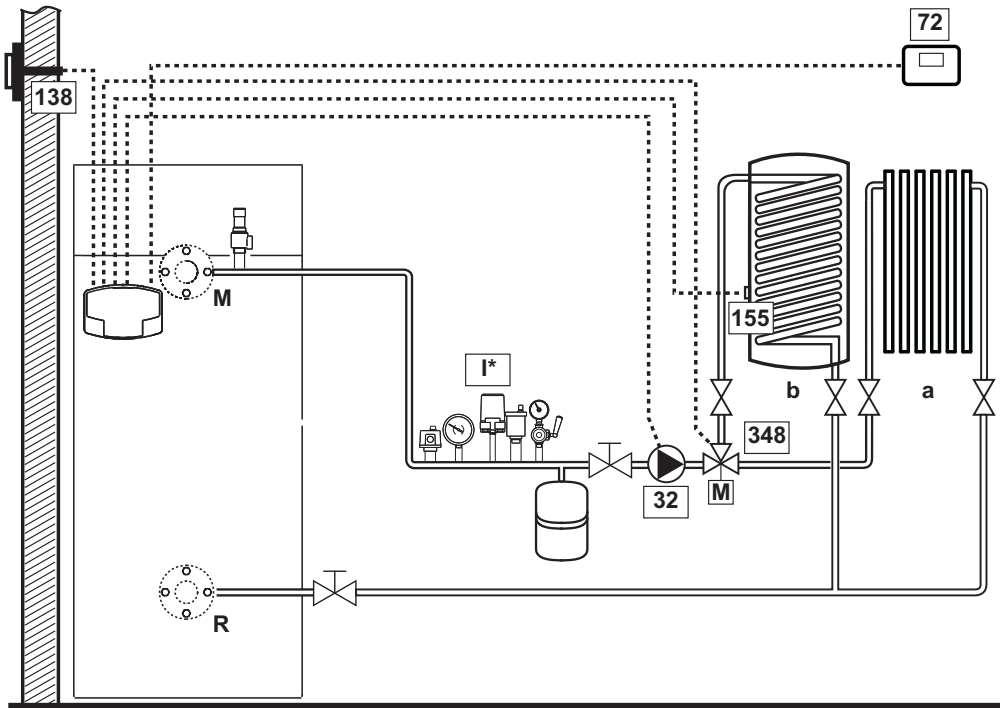
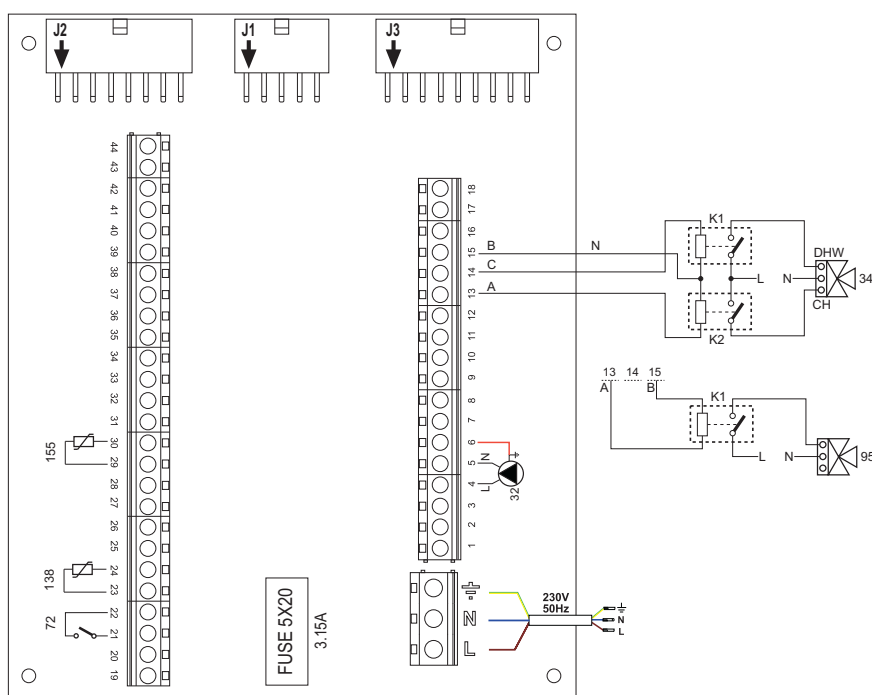

fig. 43
fig. 44
**Para evitar daños en la tarjeta, se aconseja usar relés externos para pilotar la válvula de 3 vías, como se indica en fig. 44.**
**Leyenda (fig. 43 y fig. 44)**